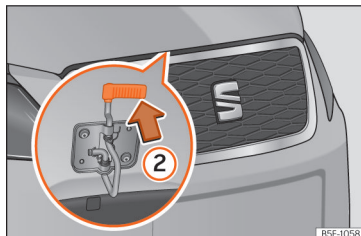

Abb. 315 Hebel unter der Motorraumklappe.
- Zum Anheben der Motorraumklappe drücken Sie den Hebel unterhalb der Motorhaube nach oben » Abb. 315 (2). Dabei wird der Fanghaken entriegelt.